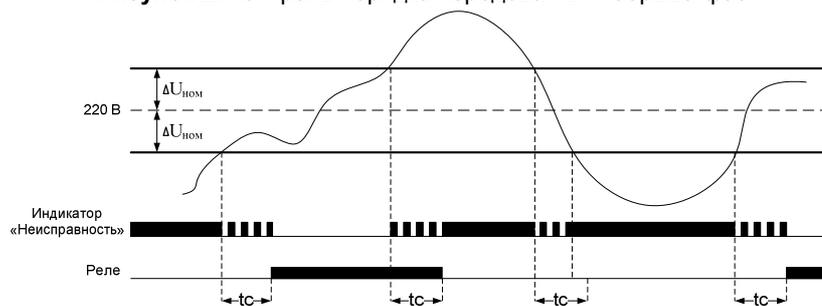

Рисунок 3. Контроль напряжения фазы
- Максимально допустимое отклонение напряжения выставляется потенциометром 2 (см. рис. 3).  $\Delta U_{ном}$  определяет одновременно верхний и нижний пороги срабатывания. Таким образом, входное напряжение будет считаться допустимым в диапазоне от  $(220 - \Delta U_{ном})$  В до  $(220 + \Delta U_{ном})$  В.  $\Delta U_{ном}$  может принимать значения от 0 В (крайнее левое положение потенциометра) до 80 В (крайнее правое положение потенциометра).
- Время интегрирования неисправности (время задержки срабатывания) выставляется регулятором 3 (см. рис. 3).  $t_c$  определяет время накопления неисправности (восстановления) и может принимать значения от 0 с (крайнее левое положение потенциометра) до 16 с (крайнее правое положение потенциометра).